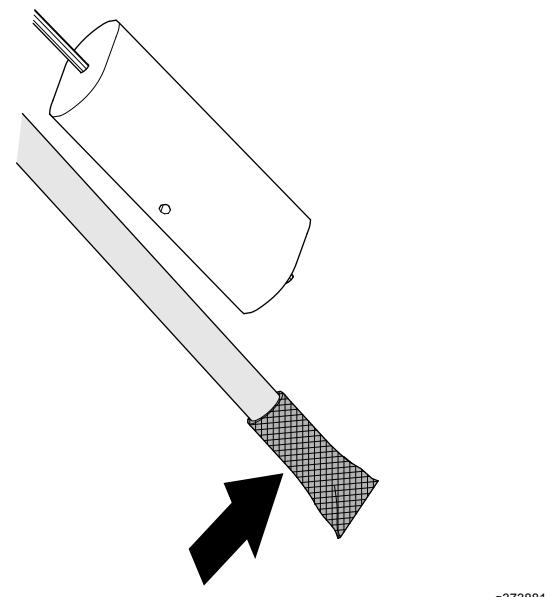

Figure 126
1. Nettoyez la crêpine au bout du tube d'admission de carburant (Figure 126).